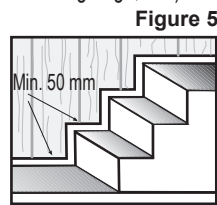

Figure 5
- Laissez un espace d'au moins 50 mm entre les produits James Hardie et les autres éléments de construction (toit, terrasse, passage, escalier, entrée de garage, etc.) conformément aux exigences du volet 9.27.2.4 du CNB (figures 5 et 6).